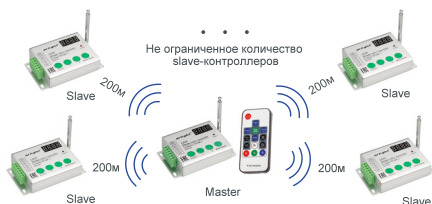

Рис. 3. Синхронная работа нескольких контроллеров, дальность – до 200 м на открытом пространстве.
- 3.5. Для синхронной работы нескольких контроллеров необходимо использовать один контроллер CS-Master-RF14B-2, остальные – CS-Slave-RF14B-2 (Рис. 3). Если Master-контроллер отключить, Slave-контроллеры продолжают работать автономно.